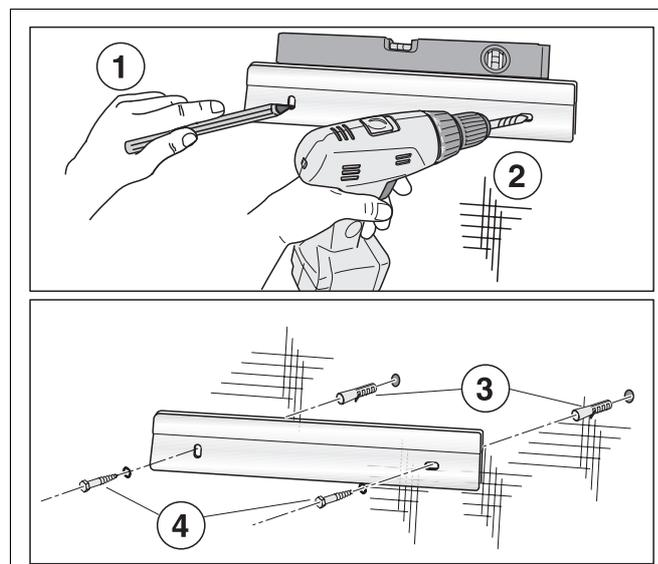

Fig. 7 Montare il supporto a muro.
- Con l'aiuto dei supporti a muro, tracciare il profilo dei fori (fig. 7, **fase 1**).
- 2 Praticare i fori nella parete (fig. 7, **fase 2**).
- 2 Inserire i tasselli nei fori (fig. 7, **fase 3**).
- Utilizzando le 2 viti fornite in dotazione, installare orizzontalmente il supporto a muro (fig. 7, **fase 4**).